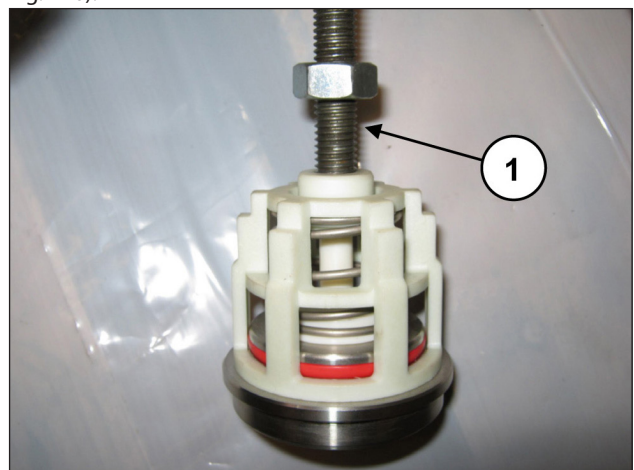

Fig. 140
Desmonte os grupos da válvula de aspiração e de fluxo, soltando um parafuso M10 de modo a pressionar na guia interna e extrair a guia da válvula do local da válvula (pos. ①, Fig. 140).